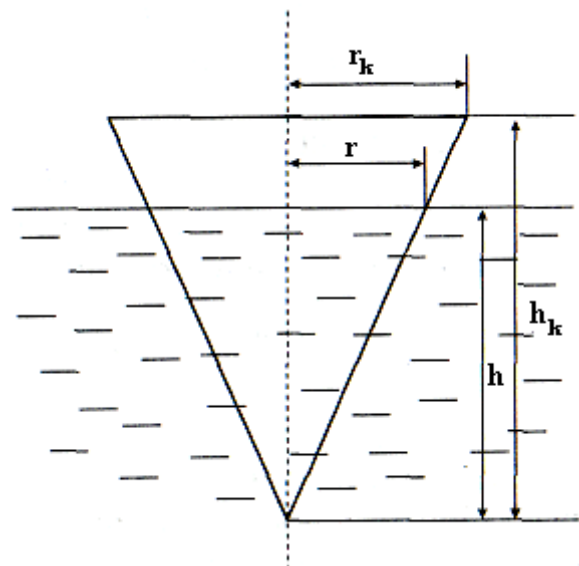

Рис. 7
13. Определить глубину погружения h плавающего в воде деревянного конуса (рис. 7) с учетом, что $\rho = 1000 \text{ кг/м}^3$, $\rho_d = 800 \text{ кг/м}^3$; высота конуса $h_k = 3 \text{ м}$.
Вес воды в объеме, равном объёму погруженной в неё части конуса (см. рис. 7)